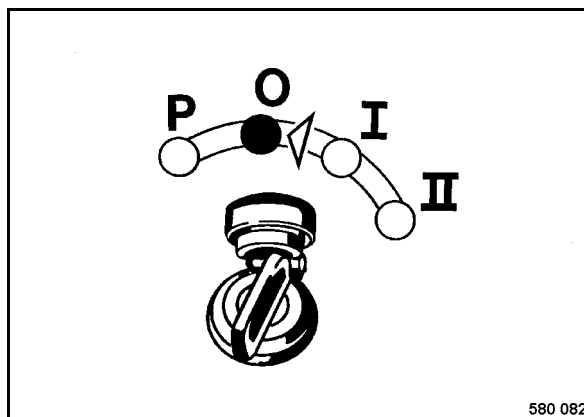

Fig. 52
- Colocar el interruptor de encendido y arranque (Fig. 52) en posición "O" ó "P" y extraer la llave de encendido.